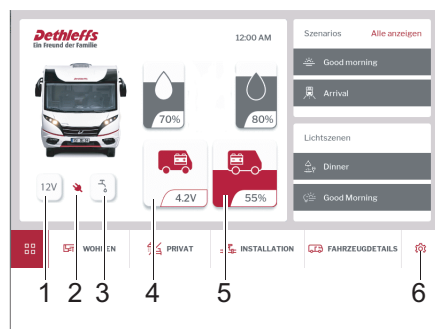

Fig. 279 Pagina iniziale del System Control Display
- Schermata iniziale (Fig. 279)